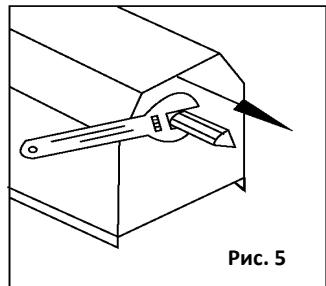
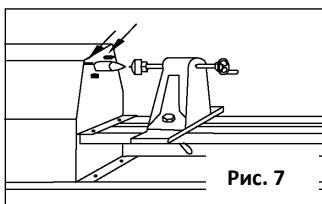

Рис. 4
Рис. 7
4.1.1. Первый шаг – нахождение положения оси деревянной заготовки, чтобы зажать ее между поводковым центром и центром задней бабки. С помощью углового центроискателя проведите карандашом по двум линии, пересечение которых и будет центром торца заготовки см. рис. 4. Этот центр может быть оформлен в виде завернутого шурупа или специального центра см. рис. 5 и 6. Наденьте заготовку на поводковый центр, подведите заднюю бабку к противоположному торцу и подожмите ею заготовку см. рис. 7.